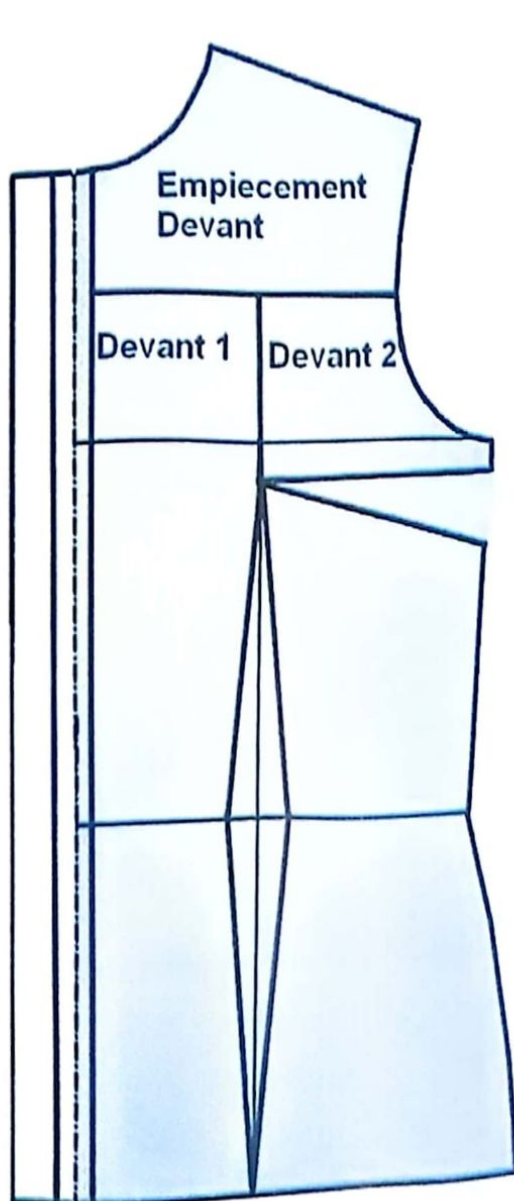

FIG. 1
- Tracez la découpe bretelle devant sur le prolongement du milieu de la pince de taille (fig.1).